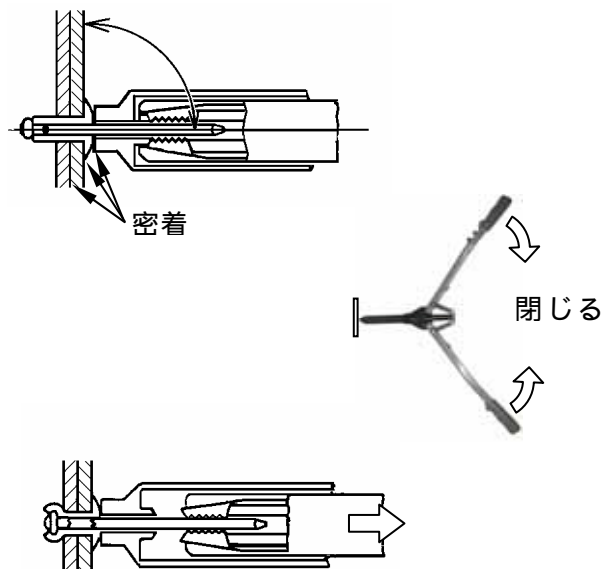

図5-4
- (2) リベットツールを母材に対し垂直に押しあて、締結される母材同士、リベットのフランジ及びノーズピースの各々が密着した状態にて、グリップ部を握りハンドルを閉じてください。マンドレルが破断し、リベットが締結されます。(図5-4)